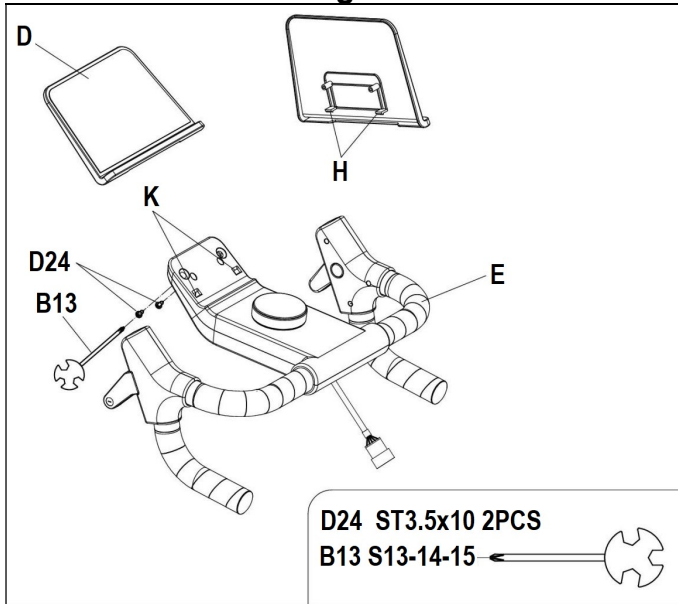

Fig.3
Conecte el cable del monitor (E03) con el cable de la tija (E04), Fig.3. Posicione el manillar (E) en la tija de manillar (A02), Fig.3, apriete con los tornillos (D23).